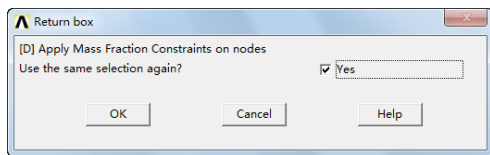

图 10-93 “Return box”对话框
⑤单击“OK”按钮会弹出“Return box”对话框，如图 10-93 所示，单击“Use the same selection again?”后的方框，使“No”状态变为“Yes”。
⑧单击“OK”按钮会弹出“Return box”对话框，如图 10-93 所示，单击“Use the same selection again?”后的方框，使“No”状态变为“Yes”。
⑪单击“OK”按钮会弹出“Return box”对话框，如图 10-93 所示，单击“Use the same selection again?”后的方框，使“Yes”状态变为“No”，单击“OK”按钮关闭该对话框。
⑯单击“OK”按钮会弹出“Return box”对话框，如图 10-93 所示，单击“Use the same selection again?”后的方框，使“No”状态变为“Yes”。
⑲单击“OK”按钮会弹出“Return box”对话框，如图 10-93 所示，单击“Use the same selection again?”后的方框，使“No”状态变为“Yes”。
㉒单击“OK”按钮会弹出“Return box”对话框，如图 10-93 所示，单击“Use the same selection again?”后的方框，使“Yes”状态变为“No”，单击“OK”按钮关闭该对话框。
②⑦单击“OK”按钮会弹出“Return box”对话框,如图 10-93 所示,单击“Use the same selection again?”后的方框,使“No”状态变为“Yes”。
③⑩单击“OK”按钮会弹出“Return box”对话框,如图 10-93 所示,单击“Use the same selection again?”后的方框,使“No”状态变为“Yes”。
③⑬单击“OK”按钮会弹出“Return box”对话框,如图 10-93 所示,单击“Use the same selection again?”后的方框,使“Yes”状态变为“No”,单击“OK”按钮关闭该对话框。